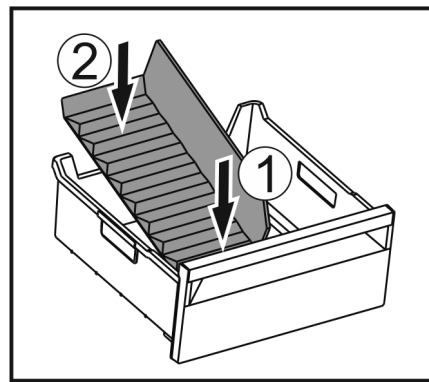

Fig. 167
- ▶ 装入冰格分隔器前部。 Fig. 167 (1)
- ▶ 将冰格分隔器后部放低至抽屉底板。 Fig. 167 (2)